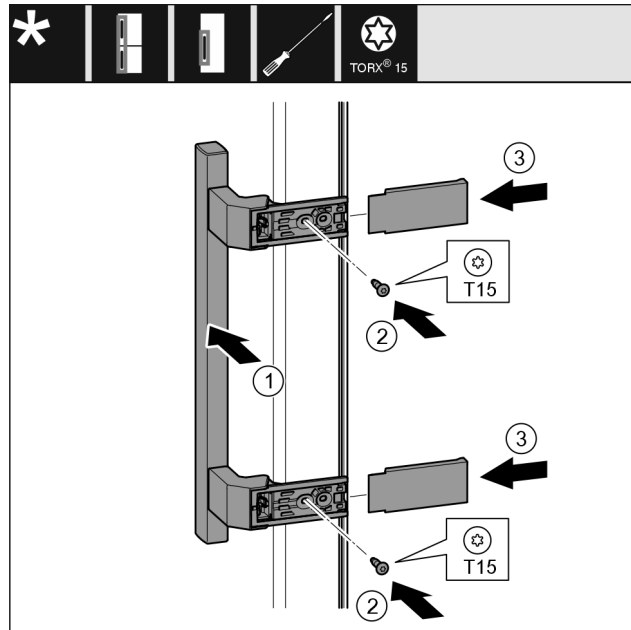

Fig. 11
- Griff auf der Gegenseite ansetzen. Fig. 11 (1)
- Die Schraublöcher müssen genau übereinander liegen. Fig. 11 (2)
- Schrauben mit Schraubendreher T15 festschrauben. Fig. 11 (3)
- Abdeckungen seitlich ansetzen und aufschieben. Fig. 11 (4)